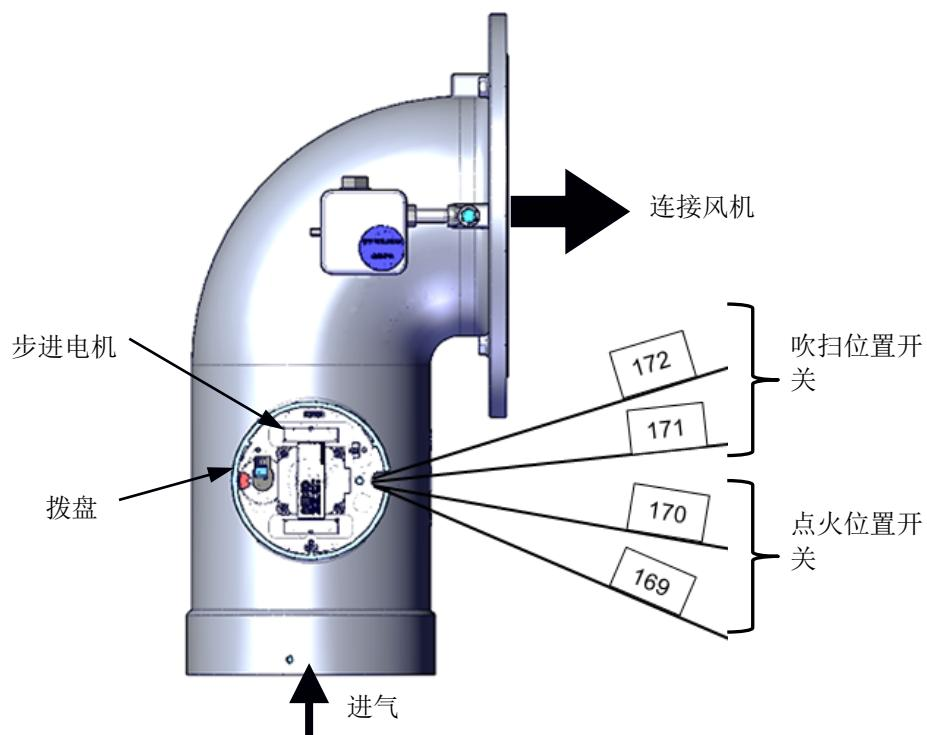

图 5-9: 空气/燃料阀吹扫和点火开关位置
4. 拔下吹扫开关（图 5-9）的两根电线（#171 或 #172）的其中一根。
4. 拔下点火开关（见上图 5-9）的两根电线（#169 或 #170）的其中一根。